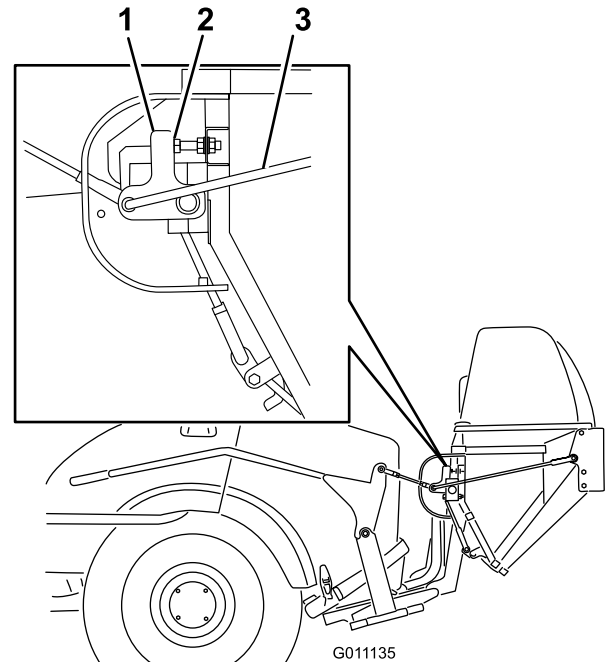

Bild 40
3. Die Anschlagsschrauben müssen bei geschlossener Klappe so eingestellt werden, dass der Kontaktarm ausgestreckt ist und nach unten zeigt (Bild 40).
4. Lösen Sie die Schrauben und stellen Sie die Anschlagsschrauben ein, wenn eine Einstellung erforderlich ist (Bild 40).
5. Nach dem Einstellen der Anschlagsschrauben kann die Länge der Scharnierlenker eingestellt werden, damit sich die Klappe ganz schließt und eine angemessene Kraft auf dem Griff besteht. Verlängern Sie die Lenker, um die Kraft zu verringern. Verkürzen Sie die Lenker, um die Kraft zu erhöhen (Bild 40).